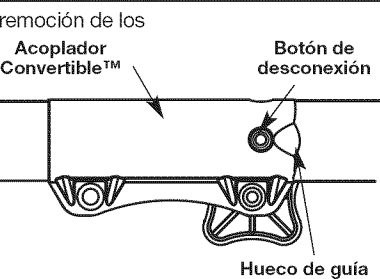
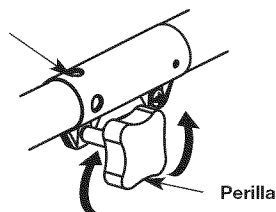

Fig. 3
Fig. 5
**PRECAUCIÓN:** Antes de operar esta unidad, cerciúrese de que el botón de liberación esté completamente encajado en el orificio principal (Fig. 3) y de que la perilla de ajuste (Fig. 5) esté firmemente apretada.
- Gire la perilla en sentido antihorario para aflojarla (Fig. 5).
**NOTA:** La alineación del botón de desconexión con el hueco de guía facilitará la instalación (Fig. 3).
- Gire la perilla en sentido horario para ajustarla (Fig. 5).
Para realizar recortes decorativos con el accesorio de corte de cabezal de línea u otro accesorio, trabe el botón de desconexión del accesorio de corte u otro accesorio en el interior del agujero de 90° (Fig. 5).
- Opima y sostenga el botón de desconexión (Fig. 3).